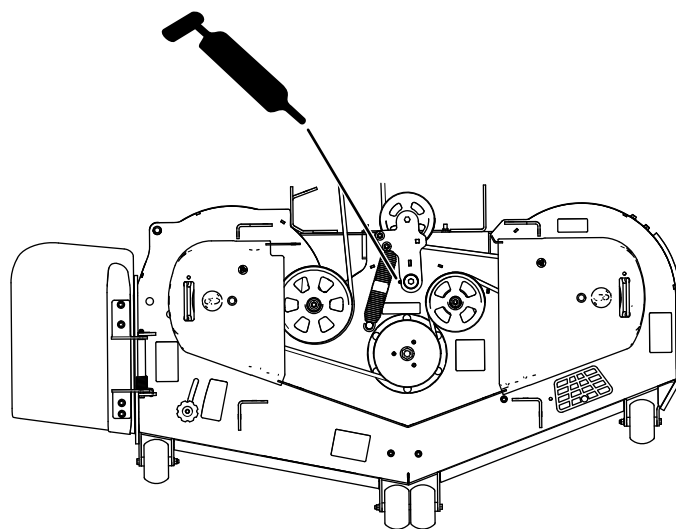
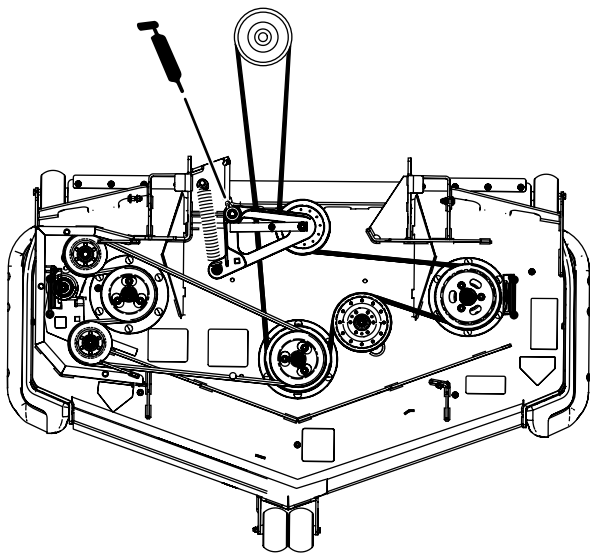

Figura 50
Figura 51
3. Lubrifique a articulação da polia intermédia da plataforma do cortador até o lubrificante sair por baixo (Figura 50 ou Figura 51).